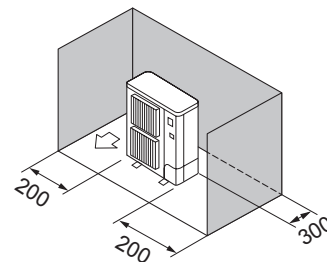

Fig. 2-9
- ③ Εμπόδια στην πίσω και στις δύο πλαϊνές πλευρές μόνο (Fig. 2-9)